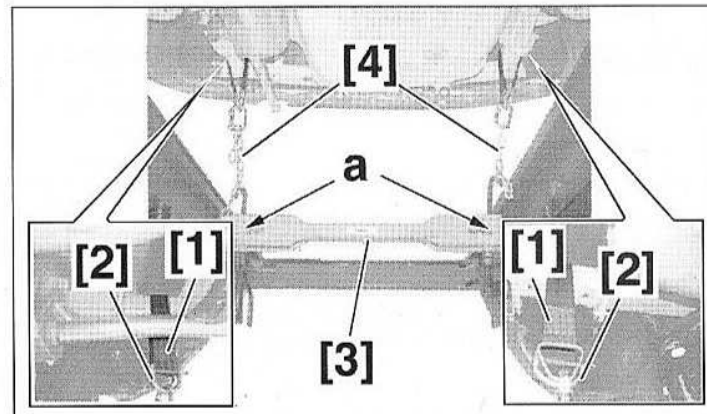

FIG.2
- Mettre en place les outils [1], [2], [3] et [4] sur l'arrière du véhicule, autour des fixations des absorbeurs de choc, en bout de longerons (Fig.2).